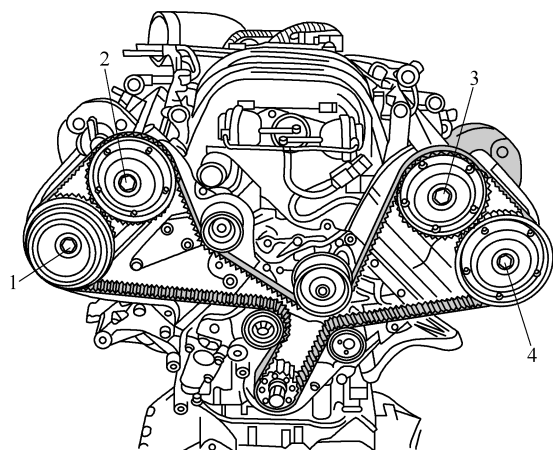

图 1-3-45 松开凸轮轴齿轮的螺栓
(13) 如图 1-3-45 所示, 松开凸轮轴齿轮的螺栓 1~4。
(2) 如图 1-3-45 所示, 用螺栓拧紧凸轮轴齿轮 1~4, 直至其刚好还能转动且不倾斜为止, 再放上正时带。为进行准确的配气相位调整, 所有正时带轮上的正时带必须精确贴紧前边缘。